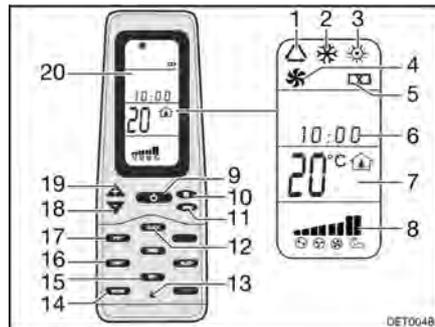

Fig. 169 Télécommande
- Appuyer sur la touche ON/OFF (Fig. 169,9).
- Appuyer sur la touche "Mode" (Fig. 169,11) autant de fois que nécessaire pour que le mode de fonctionnement souhaité (Fig. 169,1, 2, 3 ou 4) s'affiche à l'écran (Fig. 169,20).
- Régler la température désirée à l'aide des touches "+" (Fig. 169,19) et "-" (Fig. 169,18).
- Sélectionner le niveau de ventilation souhaité à l'aide de la touche de vitesse du ventilateur (Fig. 169,10).